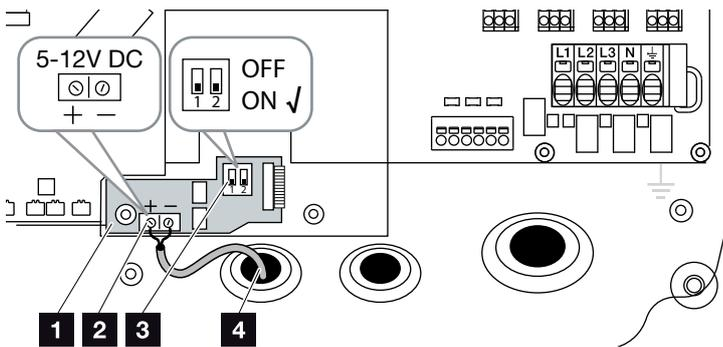

Fig. 26 : Carte KOSTAL Smart AC Switch
1. Introduire le fil pilote dans l'onduleur et le brancher sur la borne de raccordement **Fig. 26, pos. 2** de la carte de circuits imprimés.
3. Mettre le commutateur DIP sur ON **Fig. 26, pos. 3**